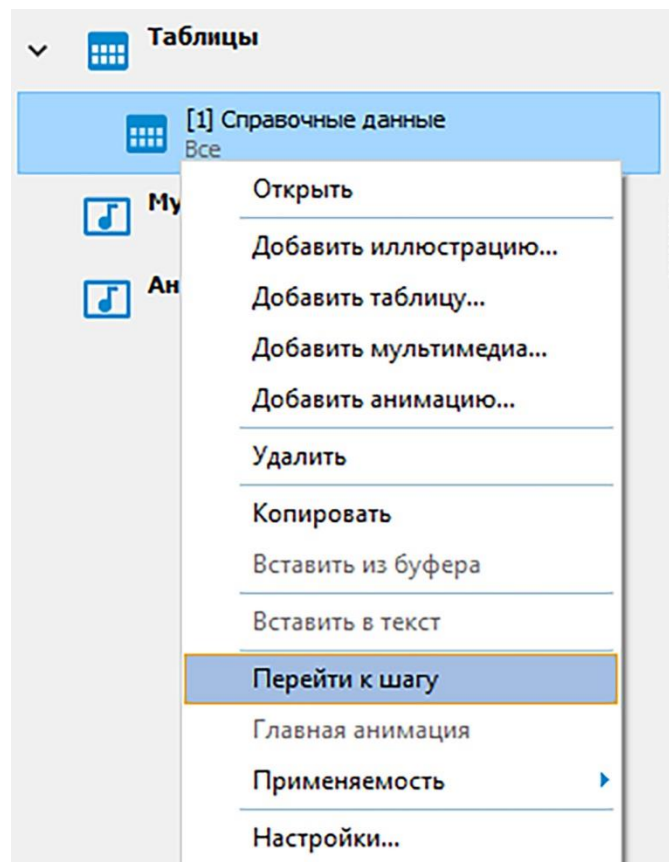

Рисунок 408
- 2) Из контекстного меню выберите команду **Перейти к шагу** (рисунок 408).